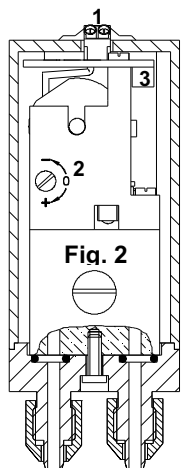

Fig. 2
Alle pneumatischen Anschlüsse sind leicht zugänglich (siehe Fig.2 und 3). Um das sachgemäße Funktionieren des Umwandlers zu garantieren, muß die zugeführte Luft frei von Unreinheiten wie etwa Öl oder Staub etc. sein. Ein Reduktionsfilter mit max. 25 Mikron sollte dazu linear eingebaut werden (Modell FR20). Zur Herstellung der elektrischen Verbindungen, die zwei Drähte an die externen Klemmen (Pos.1 Fig.2 und 3), die mit "+" und "-" gekennzeichnet sind, anschließen.
Anmerkung: Der PC13 ist bereits kalibriert und braucht keine besondere Vorbereitung zur Inbetriebnahme. Trotzdem ist die Schraube zur Nulleinstellung (Pos.2 , Fig. 2 und 3) wieder auf den Ursprungswert einzustellen, sollte nach Inbetriebnahme das Ausgangssignal vom Nullsignal abweichen.
3. Die Schraube zur Nulleinstellung (Pos.2 Fig.2 und 3) so lange drehen, bis der Ausgangsdruck gleich dem gewünschten Anfangswert ist (z.B. 3 psi).
3. Durch Drehen der Schraube (Pos.3 Fig.2 und 3) ist es möglich, den Druck am Skalenende vzu variieren. (z.B. 20 psi).
5. Die neue Nullstellung (z.B. 2 psi) mit der Schraube 2 (Fig. 2 und 3) einstellen.